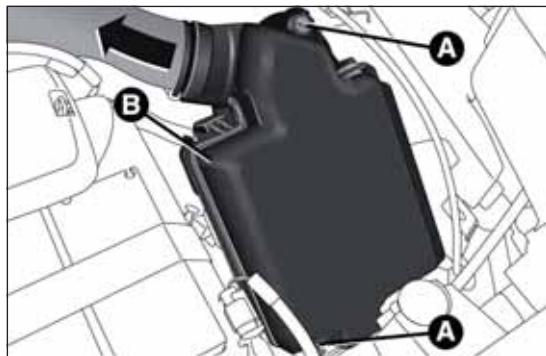

fig. 201
- ☐ aflojar los dos tornillos A fig. 201;